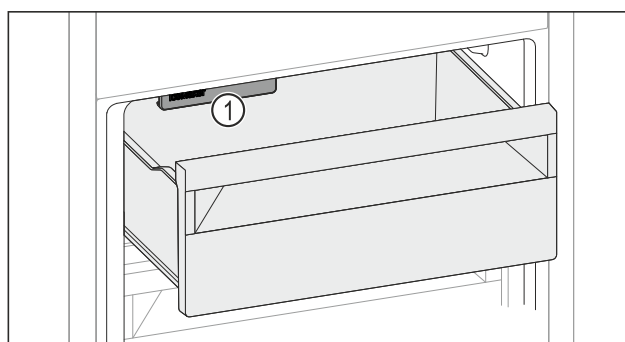

Fig. 155
- IceMaker Fig. 155 (1) berücksichtigen.